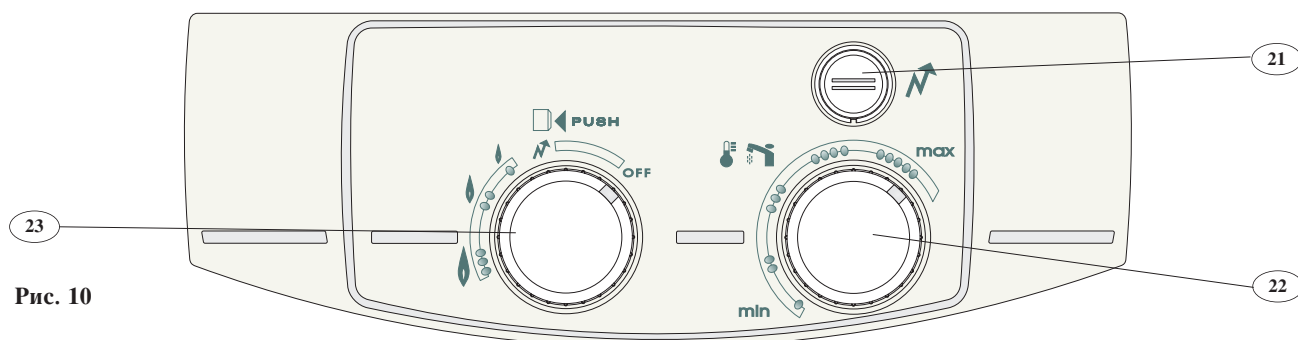

Рис. 10
- Выньте рукоятки регулировки (23) подачи газа и температурного реле (22) (рис.10), потянув их на себя
Переведите кнопку-регулятор подачи газа (23) в положение "N" (рис. 10).
После того, как включится запальная газовая горелка, продолжайте удерживать кнопку-регулятор подачи газа (23) в положении "N" еще несколько секунд, чтобы запустить систему безопасности на основе термопары, а затем переведите регулятор (23) в положение между отметками "0" и "1" (рис. 10).